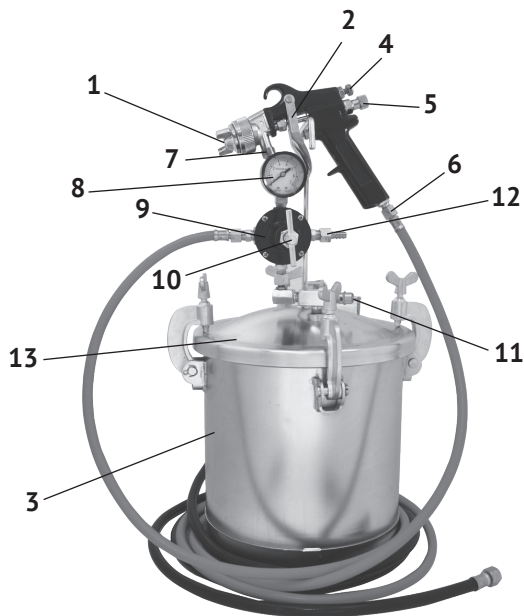

рис. 1
1.6 Общий вид аппарата представлен на рис.1*
1.7 Аппарат состоит из металлического бака (рис.1 поз.3), который герметично закрывается крышкой (рис.1 поз.13), при помощи 4-х накладных скоб и винтов. На крышке расположены: воздушный редуктор (рис.1 поз.9) с манометром (рис.1 поз.8), предохранительный клапан (рис.1 поз.11) и штуцер подключения шланга подачи краски к краскораспылителю (на рисунке не виден).
Краскораспылитель подключается штуцером (рис.1 поз.6) к шлангу от воздушного редуктора и штуцером (рис.1 поз.7) к шлангу от бака с краской.
Сброс повышенного давления в баке осуществляется предохранительным клапаном (рис.1 поз.11).
- сбросить давление из бака клапаном (рис.1 поз.11), вытянув кольцо.
- открыть крышку бака (рис.1 поз.3) и залить окрасочный состав (предварительно рекомендуется профильтровать через тонкое сито);
- плавным поворотом (против часовой стрелки) регулировочного винта редуктора (рис.1 поз.10) настроить подачу воздуха в бак, для достижения давления (3,0 – 4,0 бар), обеспечивающего подачу окрасочного состава к краскораспылителю;
Перед началом обработки поверхности, необходимо проверить краскораспылитель на шаблоне, произвести калибровку используя винт регулировки подачи воздуха (рис.1 поз.10) редуктора и регуляторы краскораспылителя: подачи краски (рис.1 поз.5), ширины факела (рис.1 поз.4).